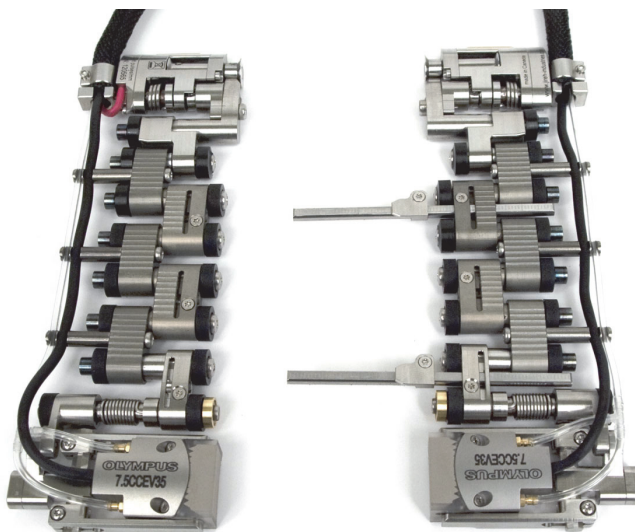

Рис. 2-20 Разъединенные части сканера
3. При сканировании с использованием одноэлементного ПЭП, необходимо разъединить обе половины сканера (см. Рис. 2-20 на стр. 48):